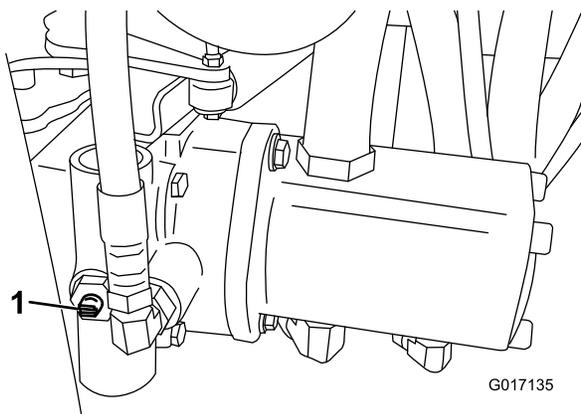

図 31
1. 油圧ポンプについているバイパスバルブ（図 31）の溝が「縦」になるようにバルブを回転させる。
2. エンジンを始動する時には、必ずバイパスバルブ（図 31）を閉じる（溝が横向きになる）。バルブを開けたままでエンジンを掛けないこと。